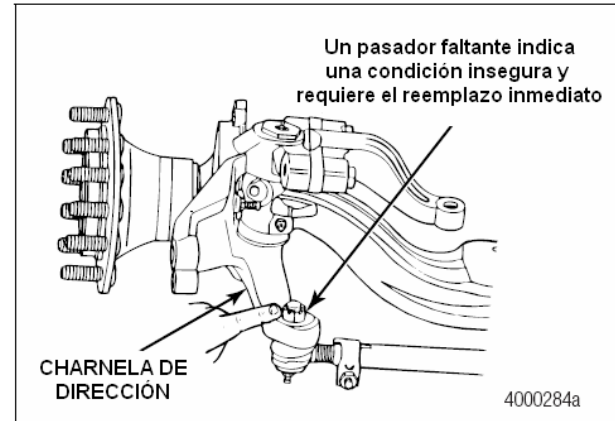

Figura 6.20
- **Si un pasador falta:** Ajuste la tuerca terminal de tracción según la especificación correcta. Instale un nuevo pasador Siempre ajuste la tuerca de barra de acoplamiento a la torsión especificada cuando coloque el pasador. No rebaje la tuerca para insertar el pasador. Figura 6.20